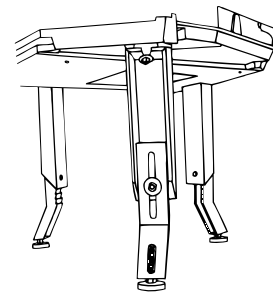

Fig. 7 Montering av bein.
5. Deretter monteres beina som vist på fig. 7.